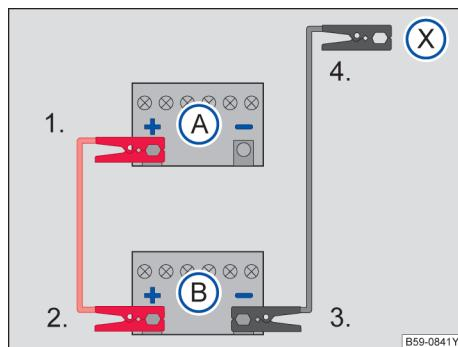

图 216 跨接电缆连接示意图
在→图 216 中, ① 表示无电蓄电池, ② 表示供电蓄电池。